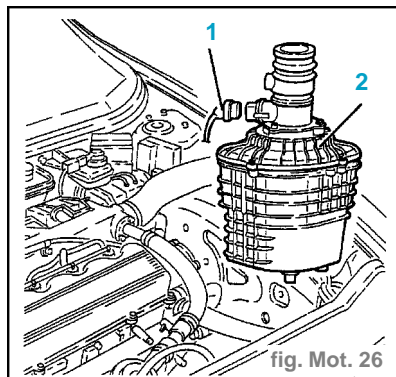
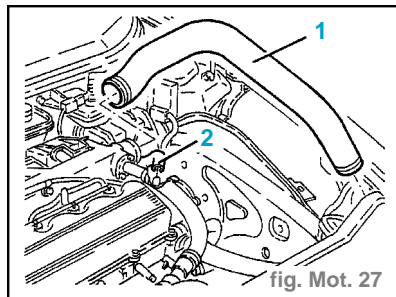

fig. Mot. 26
fig. Mot. 27
- du mesureur de la portée d'air. (fig. Mot. 26)
- Déposer le filtre à air (2) y compris le mesureur de la portée d'air.
- Déconnecter et déposer le manchon (1) de refoulement de l'air de l'échangeur de chaleur au collecteur d'aspiration. (fig. Mot. 27)